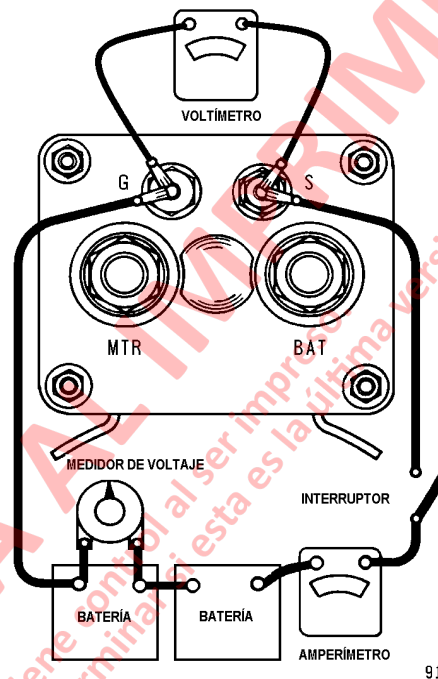
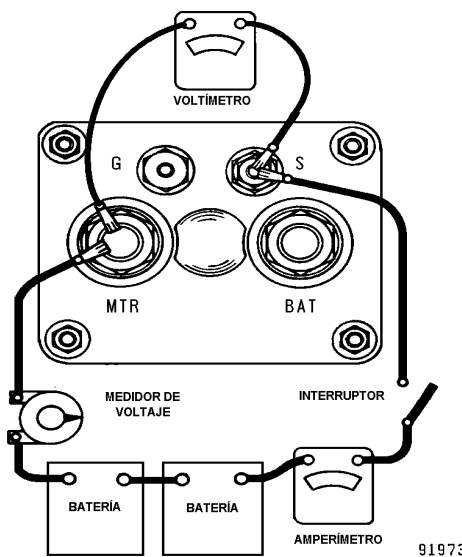

FIGURA 2-7. PRUEBA DE LA BOBINA DE RETENCIÓN SOLENOIDE
FIGURA 2-8. PRUEBA DE LA BOBINA DE EXCITACIÓN SOLENOIDE
1. Con todas las líneas de la solenoide desconectadas, haga conexiones a la solenoide, el terminal del interruptor y para el segundo terminal del interruptor "G", para revisar la bobina de retención (Figura 2-7).
3. Para revisar la bobina de excitación, conecte el terminal "S" del interruptor de la solenoide al terminal del motor de la solenoide "M" o "MTR" (Figura 2-8).
5. Para revisar salidas a tierra, mueva la línea de la batería de "G" (Figura 2-7) y de "MTR" (Figura 2-8) a la caja de la solenoide. La lectura del amperímetro debe ser cero. De no ser así la bobina tiene salida a tierra.